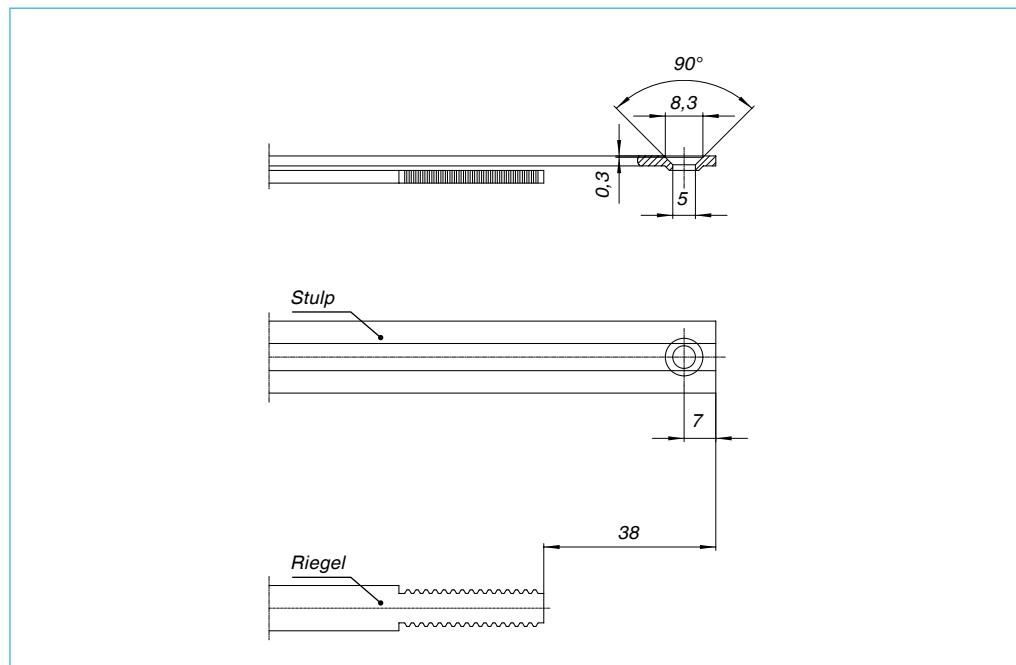

Abb. 1
1. **Eckumlenkung** (1) montieren.
2. **Kantenverschluss mit Kippschere** (2) ablängen und gemeinsam mit der **Eckumlenkung** (1) verschrauben (ab FFB 1200 mm zwei Kippscheren verwenden).
3. **Mittelverschlüsse** (3) montieren (ab FFH über 800 mm)*.
4. **Kippflügelbänder** (4) montieren (ab FFB 1000 mm od. 60 kg Flügelgewicht drittes Kippflügelband verwenden). **ACHTUNG:** Verklotzung der Fensterscheibe im Bereich der Kippflügelbänder.
5. **Kippscherengehäuse** (5) montieren. Kerbmarke am Kippscherenarm (Abb. 1, (1)) auf den Blendrahmen übertragen, auf diese Markierung das Kippscherengehäuse mit der Kerbmarke montieren (Abb. 1, (2)).
2. Das Sicherungsplättchen am Kippscherengehäuse öffnen und den Scherenarm einhängen (Abb. 1).
3. Den Fenstergriff in die Kippstellung bringen (Abb. 2) und das Sicherungsplättchen wieder schließen (Abb. 1).